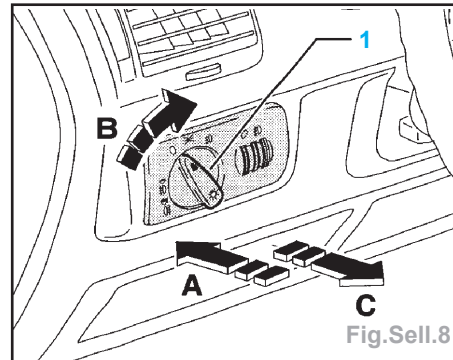

Fig.Sell.8
- Tourner le commutateur d'éclairage (1) en position «0» (Fig.Sell.8).